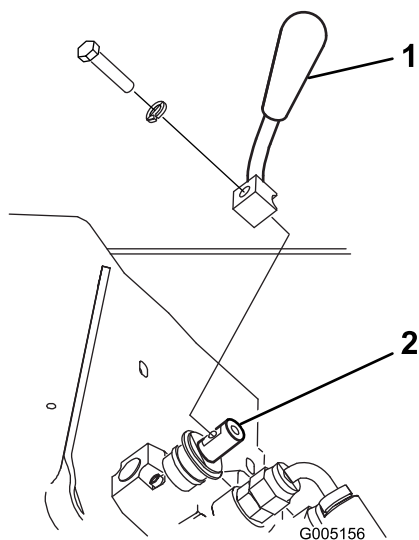

Figure 3
2. Fixez le levier au tiroir sélecteur de vitesses avec le boulon et la rondelle, comme illustré à la Figure 3.